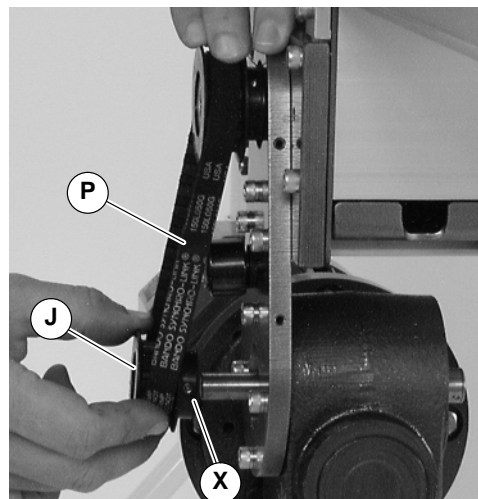

Abbildung 14
HINWEIS: Falls Antriebszahnscheibe (J auf Abbildung 14) ersetzt wird, Zahnriemen um Antriebszahnscheibe legen und Schritt 3.
3. Die Madenschrauben der Antriebszahnscheibe (X siehe Abbildung 14) lösen. Antriebszahnscheibe (J) und Zahnriemen abnehmen.
HINWEIS: Die Antriebszahnscheibe (J siehe Abbildung 14) ist abgenommen. Zahnriemen um Antriebszahnscheibe legen und Schritt 13 ausführen.